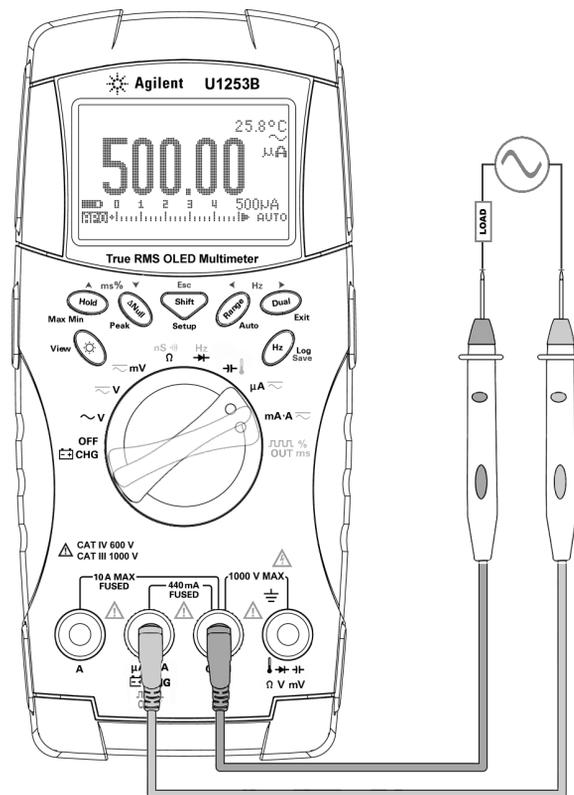

Figure 2-3 Mesure du courant en  $\mu\text{A}$  et mA
- 3 Connectez les cordons de test rouge et noir respectivement aux bornes d'entrée  $\mu\text{A}\cdot\text{mA}$  (rouge) et COM (noire) (reportez-vous à la Figure 2-3 à la page 34).
- 2 Connectez les sondes de test comme indiqué à la Figure 2-3 à la page 34.